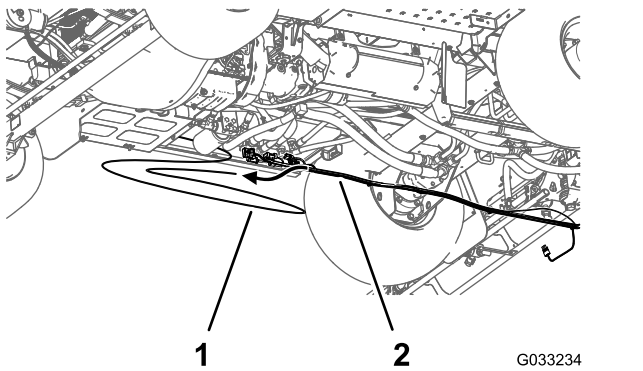

Рисунок 27
7. Отсоедините трубку датчика давления для манометра на приборной панели от заднего жгута проводов машины (Рисунок 27).